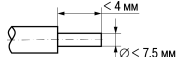

Рисунок 6.4 – Подготовка кабеля
- выполнить зачистку кабелей и залудить их концы (см. рисунок 6.4).